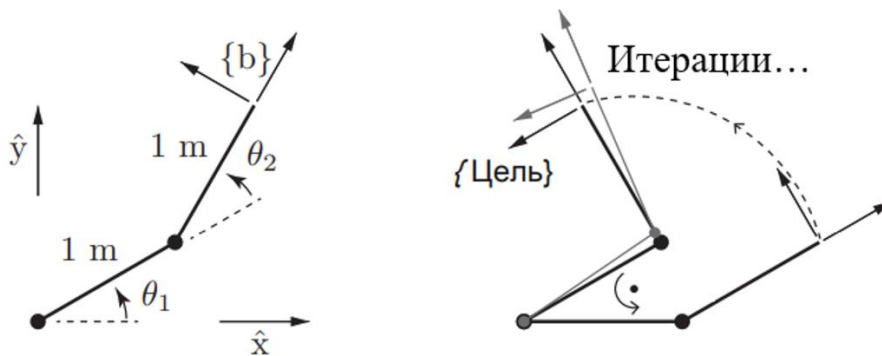

Рисунок 7. Робот 2R.
6.1 Используя численный метод Ньютона-Рафсона (метод касательных), определить величины углов  $\theta_1$  и  $\theta_2$  (рис. 7) для положения острия робота (зоны расположения конечного эффектора) в координатах  $(x, y) = 0,366; 1,366$  м. Длины обоих сегментов, соответственно рисунку 7, равны 1 м.